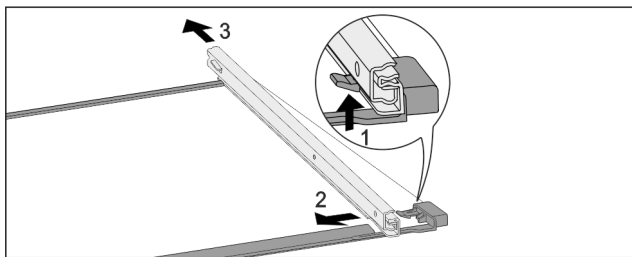

Fig. 77 Glashylla med skenor
- ▶ Tryck främre spärr uppåt. Fig. 77 (1)
- ▶ Skjut bort utdragsskena i sidled Fig. 77 (2) och bakåt Fig. 77 (3).